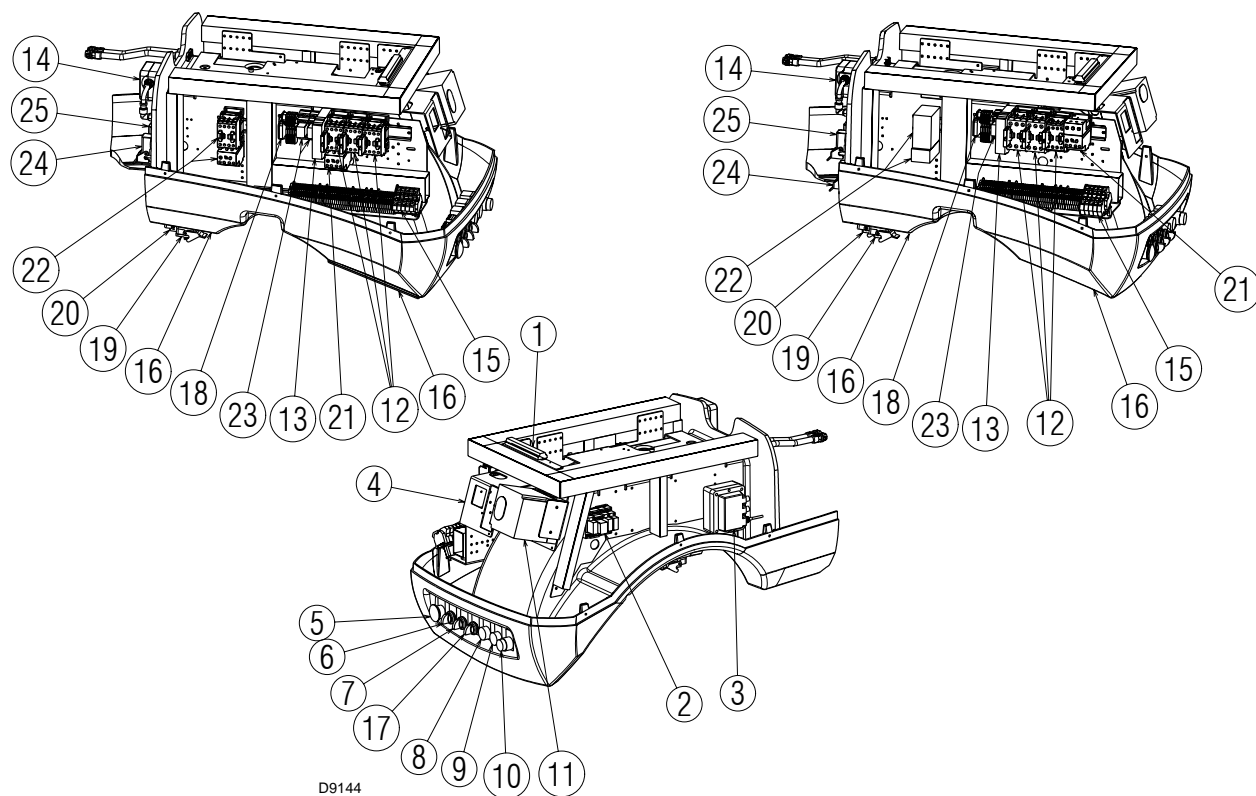

图 6
- **控制盒锁定：**如果控制盒 11) (图 6) 上的复位按钮 10) (图 6) (红色 led 灯) 指示灯亮起，表示燃烧器锁定。如需要复位，按下按钮 10) (图 6)。